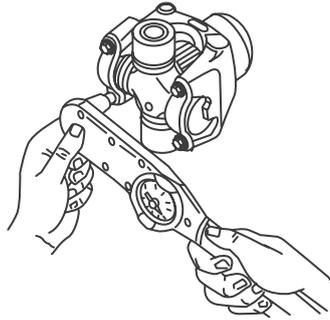

Figura 8.36
4. Use um torquímetro para apertar os parafusos alternadamente com as especificações de torque da Meritor. Figura 8.36